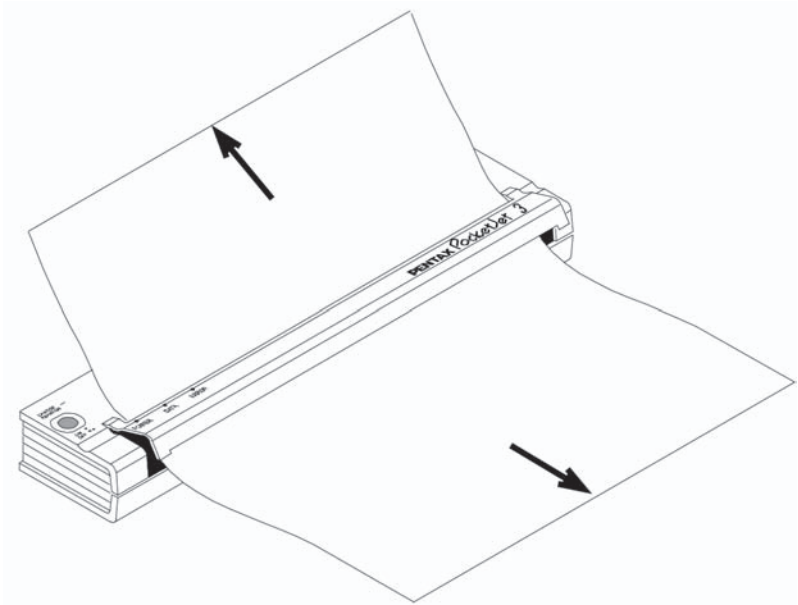

FIGURE 16. Dégagement d'une feuille coincée dans l'imprimante
2. Tirez doucement le papier hors de l'imprimante. Vous pouvez tirer dans un sens ou dans l'autre. Consultez la Figure 16.